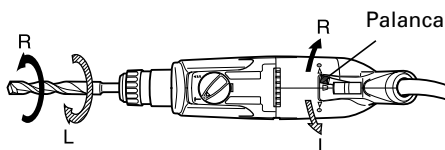

Fig. 5
9. Confirmar la dirección de rotación de la broca (Fig. 5)